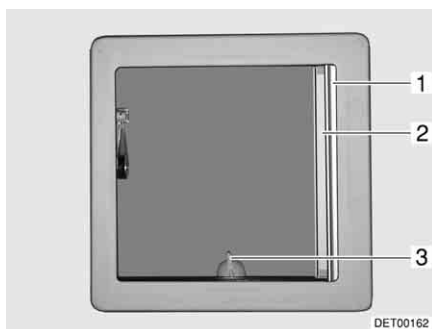
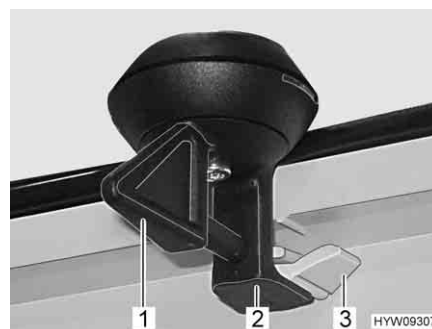

Fig. 53 Oblò inclinabile
Fig. 54 Bloccaggio (oblò inclinabile)
- Ruotare la leva (Fig. 53,3 o Fig. 54,1) di un quarto di giro.
- Girare la leva di un quarto di giro. Il bloccaggio (Fig. 54,2) deve entrare nell'aggancio inferiore (Fig. 54,3).
- Tirare la tendina oscurante pieghevole (Fig. 53,1) fino alla posizione desiderata e rilasciare. La tendina oscurante pieghevole rimane in questa posizione.
- Estrarre la zanzariera a rullo (Fig. 53,2) fino a quando non scatta il bloccaggio dalla parte opposta.